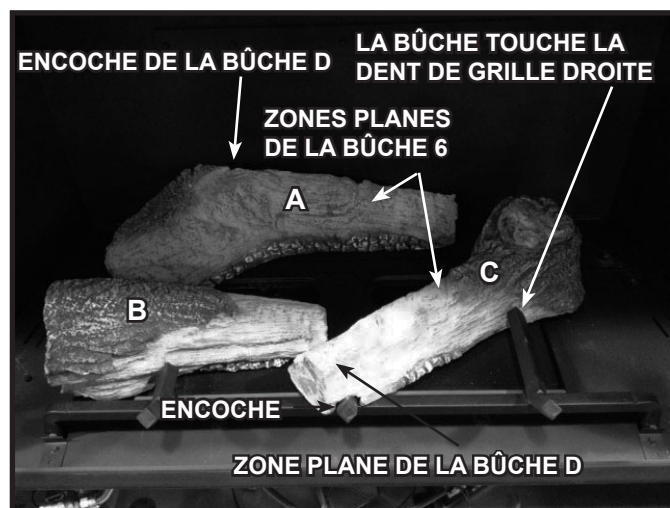
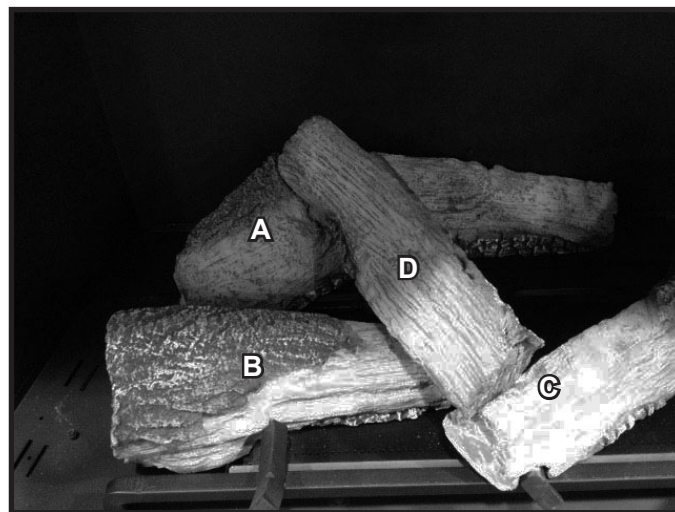
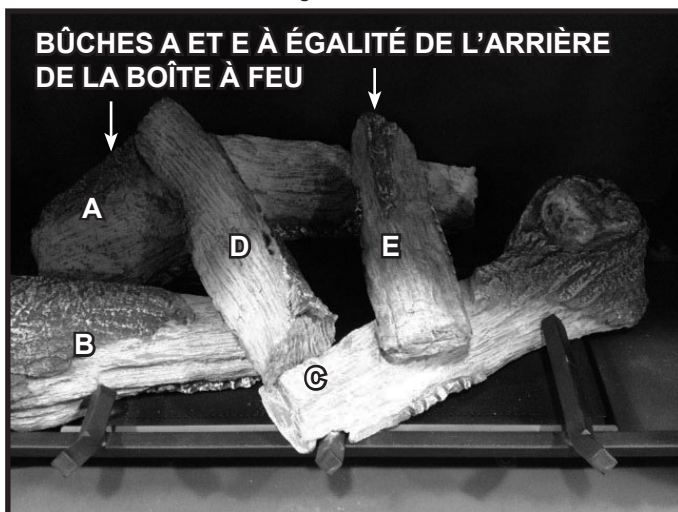

Figure 7. Bûches C installée
Figure 8. Bûche D installée
Figure 9. Bûche E installée
3. **(BÛCHE C) :** Placez l'encoche sur la bûche C. Placez l'encoche sur la dent de la grille de l'âtre comme il est indiqué à la figure 7. Glissez la bûche vers l'avant de l'appareil, jusqu'à ce que la portion de la bûche la plus près de l'arrière de la boîte à feu, touche la dent droite de la grille.
4. **(BÛCHE D) :** La bûche D utilisera deux zones planes pour sa disposition, comme il est indiqué à la figure 7. Les zones planes sont situées sur les bûches A et C. Localisez l'extrémité de la bûche D sans écorce et placez-la sur l'encoche de la bûche A. Placez l'autre extrémité de la bûche D sur la zone plane de la bûche C. Voir la figure 8. Le bord avant de la bûche A peut être légèrement soulevée du brûleur/bac de l'âtre lorsque la bûche D est correctement disposée.
5. **(BÛCHE E)** : La bûche E utilisera deux zones planes pour sa disposition, comme il est indiqué à la figure 7. Les zones planes sont situées sur les bûches A et C. Placez l'extrémité « à écorce » de la bûche E sur la zone plane de la bûche A. Placez l'autre l'extrémité de la bûche E sur la zone plane de la bûche C. Le dos de la bûche E devrait être aligné au dos de la bûche A. Voir la figure 9.